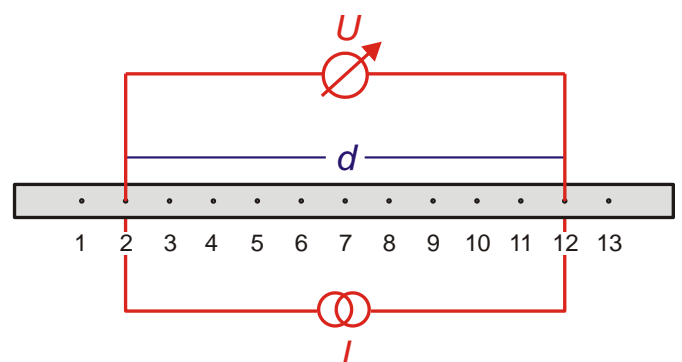

Fig. 2: Rappresentazione schematica della misurazione su quattro conduttori
Questa relazione viene usata nell'esperimento per determinare la conduttività delle aste metalliche in una misura su quattro conduttori (Fig. 2). Per questo viene applicata su due alimentazioni la corrente I e misurata la caduta di tensione U derivante tra due punti di contatto ad una distanza d . Poiché è nota la sezione A è possibile calcolare σ .
- Collegare la presa di uscita "-" situata sul retro dell'alimentatore con il foro laterale all'altezza del secondo punto di misurazione dell'asta conduttiva termica (Fig. 2). Collegare la presa di uscita "+" situata sul retro dell'alimentatore con il foro laterale all'altezza del dodicesimo punto di misurazione dell'asta conduttiva termica (Fig. 2). Tra di esse collegare in serie un multimetro digitale per la misurazione della corrente.